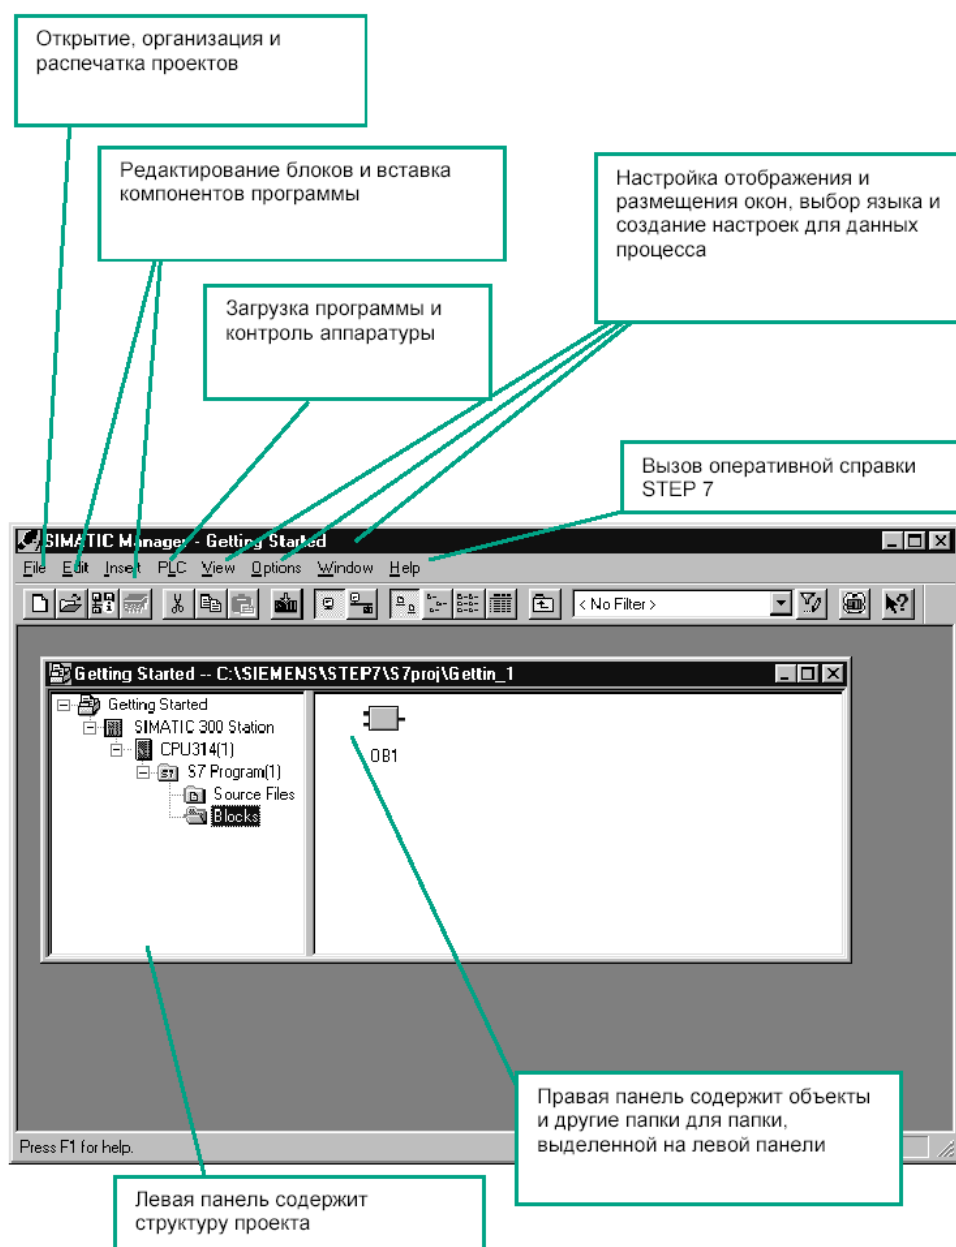

Рис. 52 Окно SIMATIC Manager
Проект отображается с выбранной станцией S7 и CPU. Щелкните на знаке + или –, чтобы открыть или закрыть папку (рис.52). Позднее можно запускать другие функции, щелкая на символах, отображаемых на правой панели. Щелкните на папке **Program (1)**. Она содержит все необходимые компоненты программы. Компонент Source Files [Исходные файлы] используется для хранения программ в виде исходных файлов. Щелкните на папке **Blocks** [Блоки]. Она содержит **OB 1**, который уже создан, а позднее и все другие блоки. Отсюда можно запускать программирование в контактном плане, списке операторов или функциональном плане. Щелкните на папке **SIMATIC 300 Station**. Здесь хранятся все данные проекта, относящиеся к аппаратуре. В последнем можно использовать компонент Hardware [Аппаратура] для указания параметров программируемого контроллера.